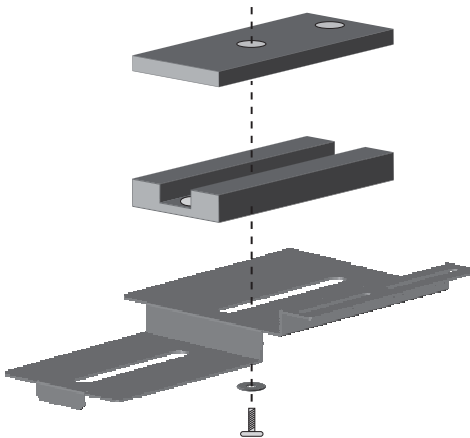

Figura 5.3 Espaçadores para montar a objectiva de zoom e a câmara
- Combine os espaçadores de 4 mm e 9 mm fornecidos para montar a câmara no respectivo tabuleiro opcional do tipo A (use diferentes combinações dos espaçadores para garantir que a objectiva da câmara fica no centro da janela). Use o parafuso de 1/4-20 x 5/8 pol. e uma anilha plana grande para fixar a câmara e o espaçador no tabuleiro da câmara, tal como apresentado na *Figura 5.3*.